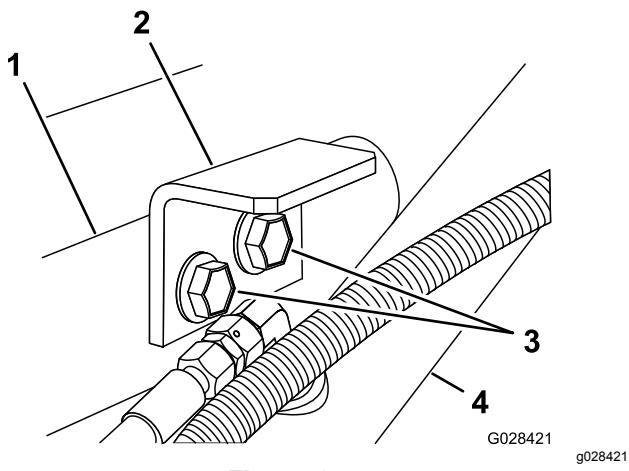

Figure 9
3. Fixez les pattes de maintien au support et au cadre au moyen des 2 boulons à embase et écrous à embase que vous avez retirés à l'opération 1 (Figure 9).